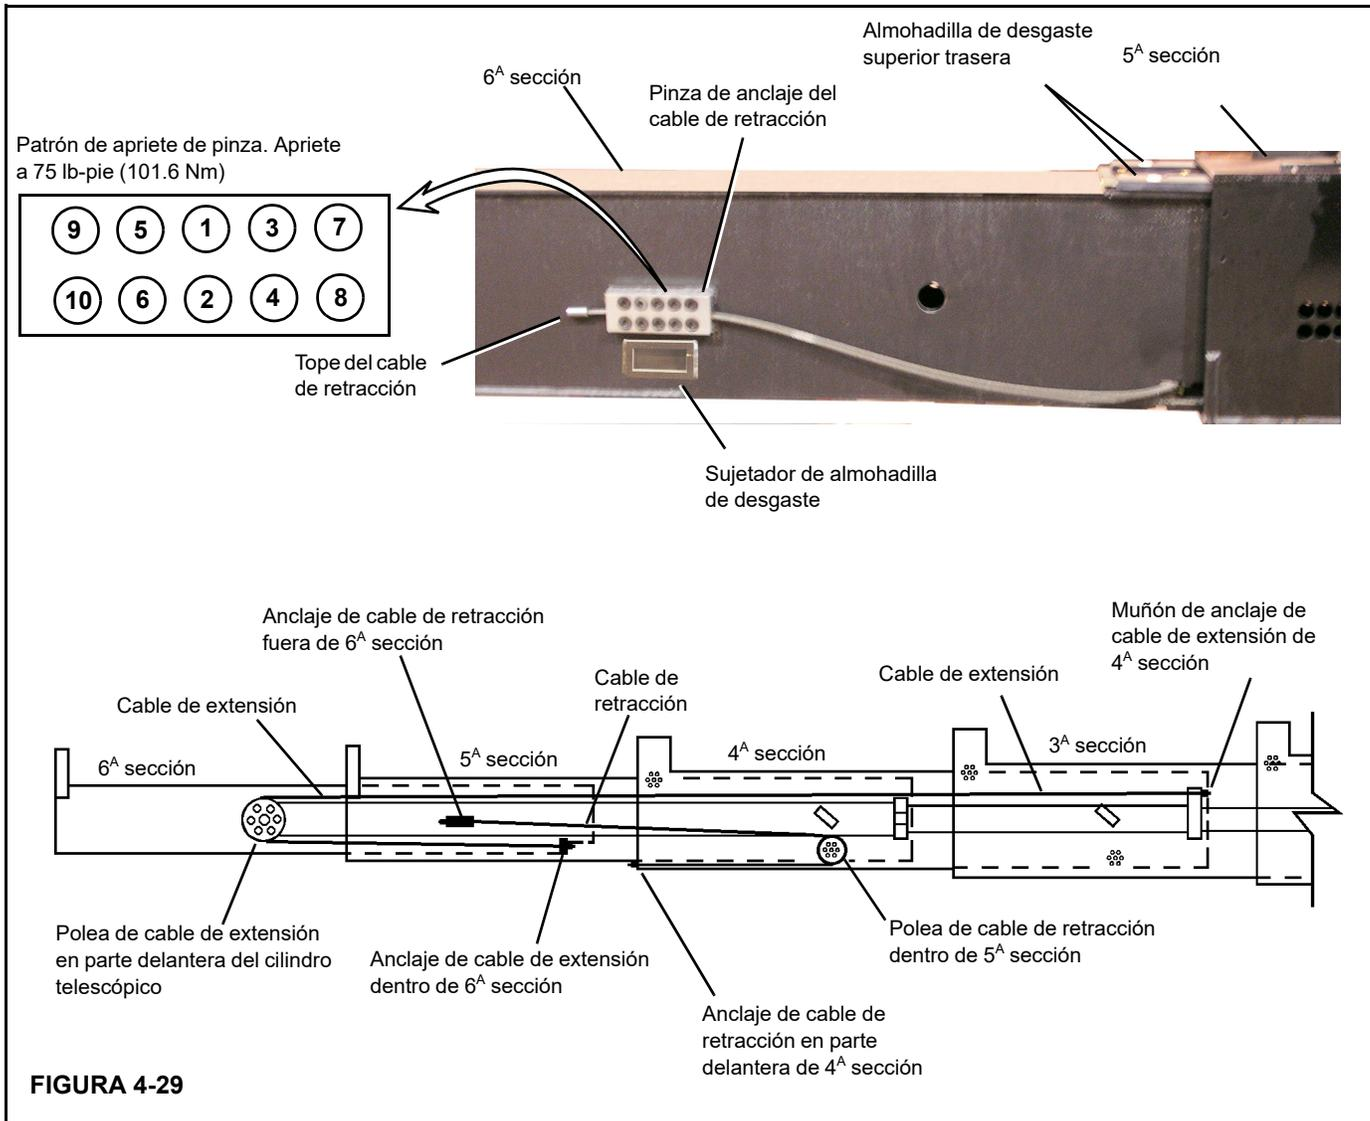

FIGURA 4-29
11. Conecte el cable de retracción al costado de la 6A sección con la pinza de anclaje (Figura 4-29) y enrrolle el cable de retracción dentro de la 6A sección de la pluma (Figura 4-31).